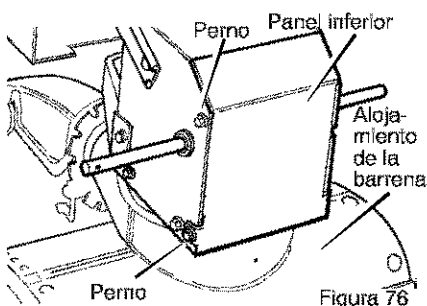

Figura 76
2. Ponga el quitanieves en posición vertical sobre la parte delantera del **alojamiento de la barrena** (Figura 76).
4. Afloje los **pernos** a cada lado del **panel inferior** (Figura 76).
6. Instale el **panel inferior** (Figura 76).
2. Ponga el quitanieves en posición vertical sobre la parte delantera del **alojamiento de la barrena**. (Figura 76).